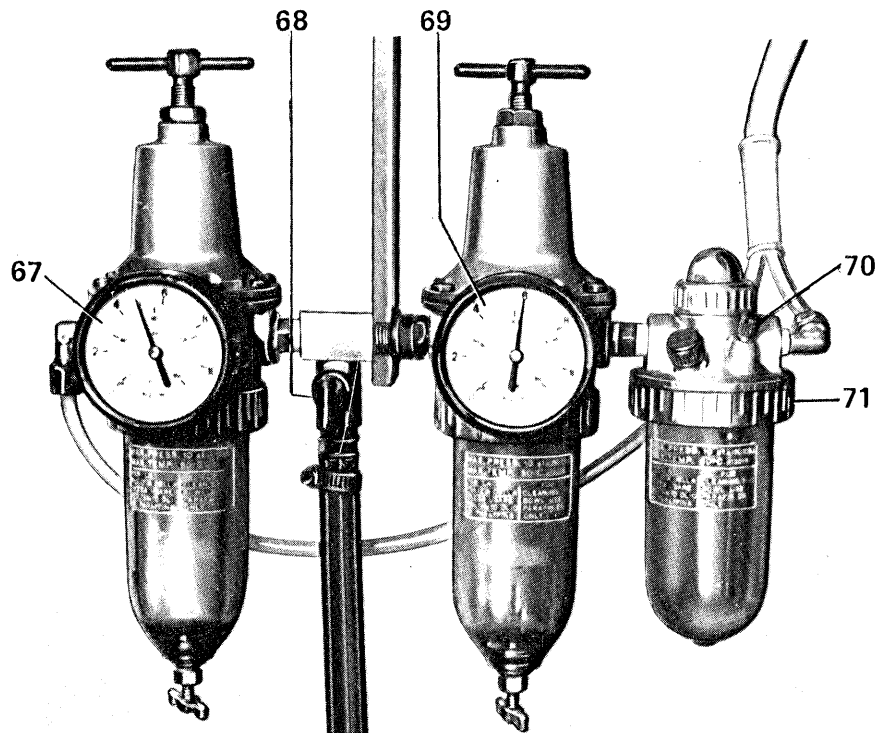

Fig. 25
- Relier la ligne de l'air comprimé au groupe régulateur (fig.25). Le manomètre (67 fig.25) doit indiquer une pression d'environ 6 atm. (air non lubrifié pour l'alimentation des jets transporteurs, de l'empileur, du dispositif de coupe et du dispositif de refroidissement de l'aiguille).
Le manomètre (69 fig.25) devra indiquer une pression de 6 atm. environ (air lubrifié pour le fonctionnement des soupapes électriques et des cylindres pneumatiques)
Le lubrificateur (71 fig.25) doit être rempli avec de l'huile TERESSO 43, celle qui est employée pour la lubrification des têtes couseuses. Un juste réglage de la lubrification de l'air est obtenu quand en mettant en fonctionnement l'unité, une goutte d'huile descend, visible à travers la coupole, chaque 20–30 cycles de travail; ce réglage s'effectue au moyen de la vis (70 fig.25).
Sur le groupe filtre se trouve en outre une soupape à sphère (68 fig.25) qui sert d'interrupteur pour l'air comprimé.